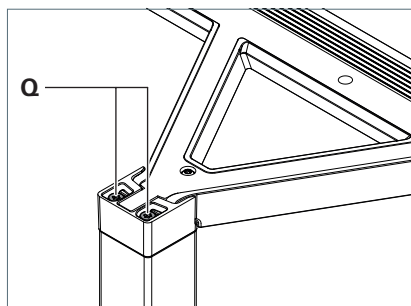

Fig. 11: Leuchtenkopf justieren.
- ▶ Um den Leuchtenkopf abzusenken, drehen Sie die Schrauben **Q** gegen den Uhrzeigersinn, siehe Fig. 11.